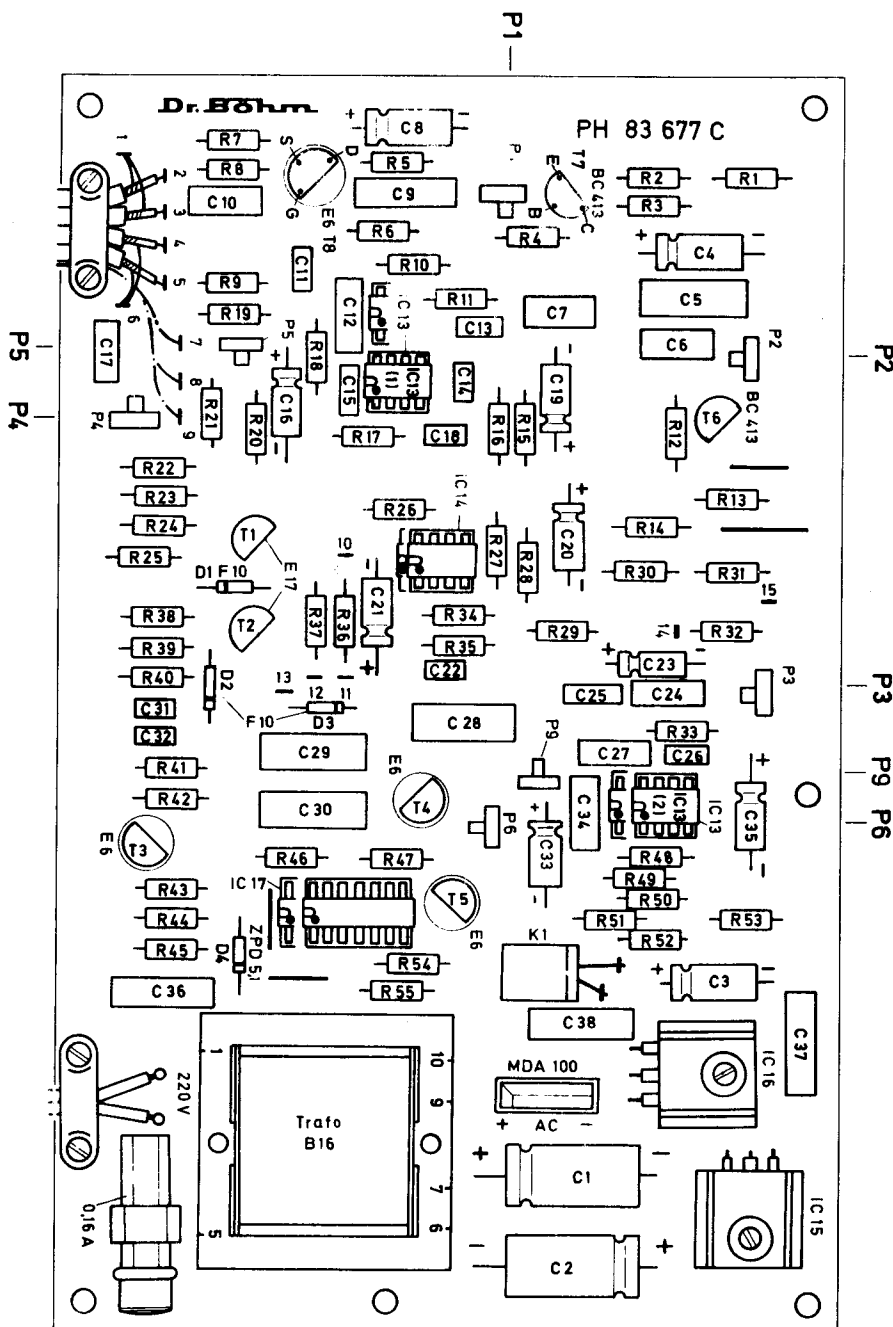

Bild 11. Positionsplan
7.4.2. Die Töne können nun, auf der Platine am Eingang beginnend, den einzelnen Stufen folgend, bis zum Ausgang abgehört werden. Im Bild 10 ist die Reihenfolge der Meßpunkte (siehe auch Blockschaltbild 1) genau angegeben. Die einzelnen Meßpositionen sind Bild 11 zu entnehmen.